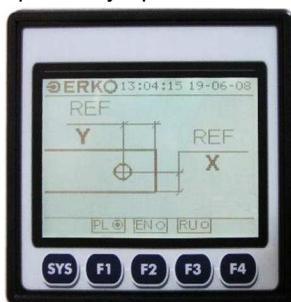

Рис.19
- b) После запуска контроллера на индикаторе устройства в местах где показываются величины осей „X” ;”Y”, появятся пульсирующие надписи „REF” (рис.19) информирующие оператора о необходимости нахождения начальных координат линейек. Для этого необходимо перемещать линейку оси „X” пока не появится на индикаторе цифровая величина. Повторить эти действия для оси „Y”, для этого следует покрутить воротом, пока не появится на индикаторе цифровая величина „Y”. Эти действия следует выполнять каждый раз после исчезновения питания, а также после начала работы устройства.